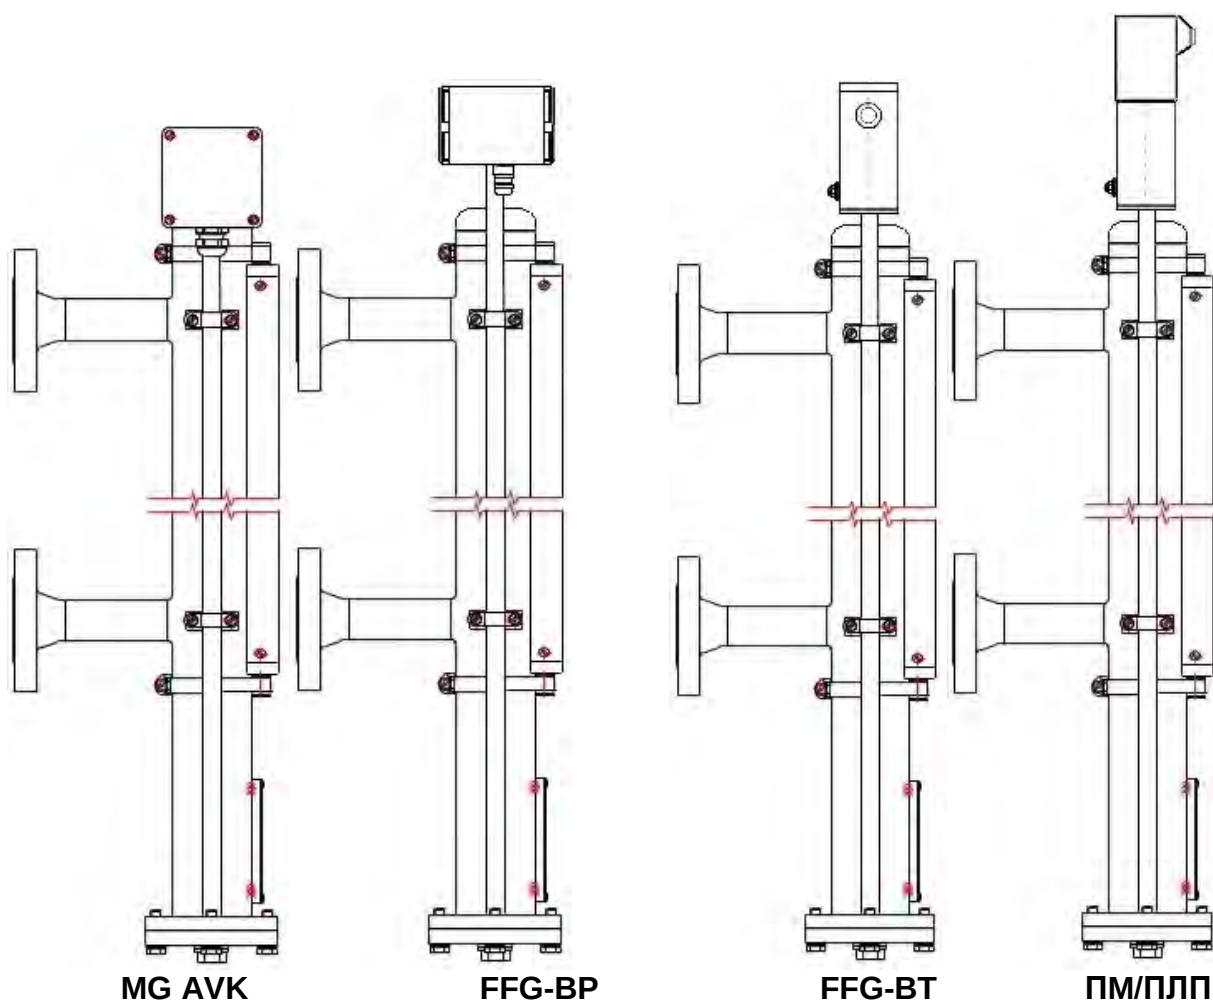

Рисунок 10 Преобразователи уровня ПРМ и ПМ
3.3.4 Преобразователи ПРМ и ПМ могут иметь как верхнюю, так и нижнюю установку электронного блока (соединительной коробки), облегчающую их подключение и эксплуатацию (рис.10).